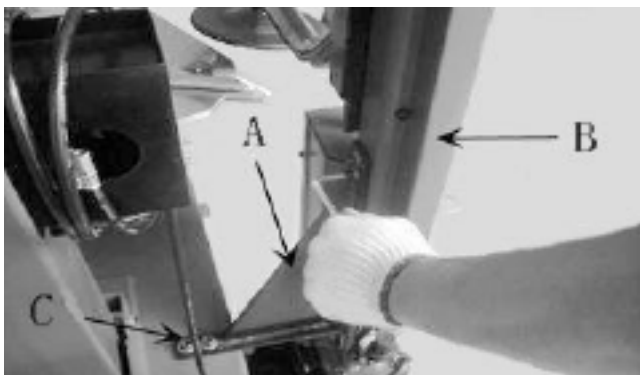

Рис. 7-4
6.1.5 Используйте крепежный кронштейн (рис. 7-4А) для соединения кронштейна корпуса с корпусом и вставьте винт для фиксации.